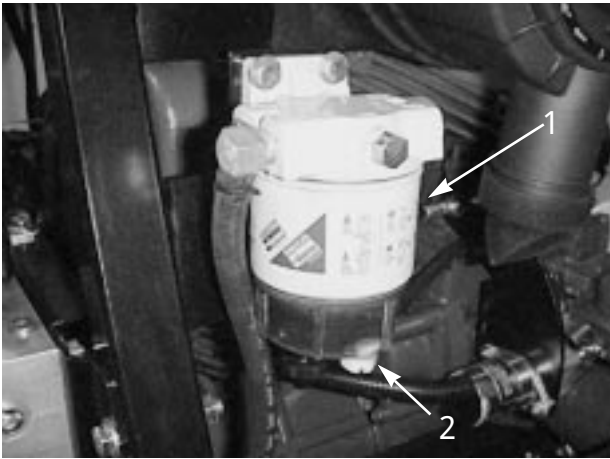

図 33
水抜きは毎日おこなってください (図 33)。
- 2 . フィルタ容器 (図 33) 下部のドレン・プラグをゆるめて水や異物を流し出す。